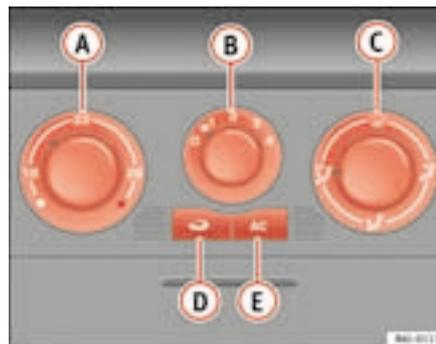

Fig. 92 Sulla plancia portastrumenti: i comandi dell'aria condizionata
- Disattivare l'impianto del condizionatore con il tasto ⇒ fig. 92 [AC] (si spegne la spia del tasto).
L'uso della funzione di ricircolo ⇒ pag. 128, fig. 92  (spia nel tasto questa) impedisce la penetrazione di cattivi odori all'interno dell'abitacolo. Questa funzione è particolarmente utile nelle gallerie e quando si è fermi in coda.